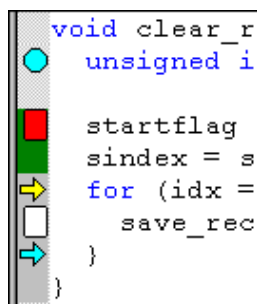

Рис. 6.
*uVision* предлагает широкие возможности по заданию простых и условных точек останова (см. рис. 6). Условием останова может быть или результат выражения или операция обращения к ячейке памяти/ переменной (чтение, запись, доступ). Для редактирования и просмотра параметров контрольных точек служит окно *Breakpoint*. Точки останова могут остановить исполнение программы или запустить команду или сценарий отладчика.